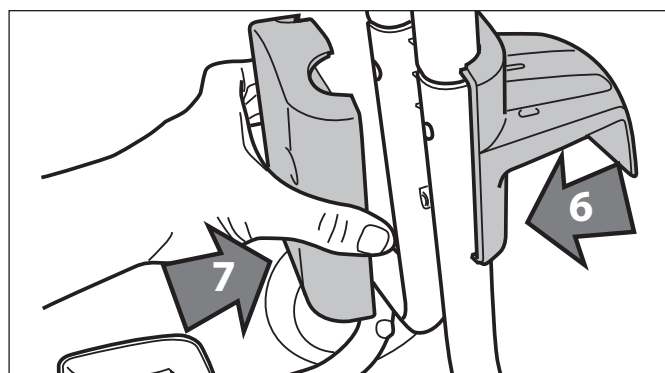
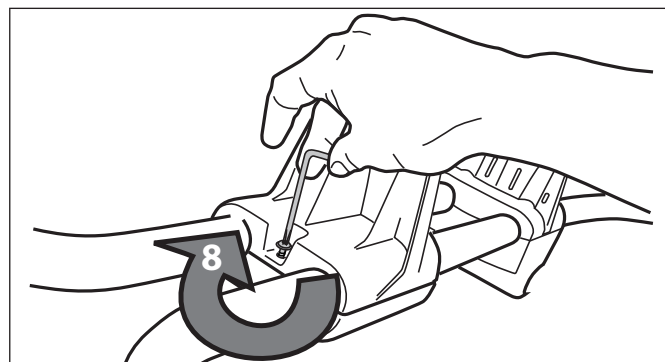

Figura 6. Coloque los soportes inferiores
Figura 7. Asegure los soportes inferiores
5. Coloque el soporte del cable de corriente abajo como se muestra en la Figura 6. Coloque la placa del soporte del cable frente al soporte del cable de energía. Asegúrelo mediante un tornillo y apriete con la llave Torx. Vea la Figura 7.